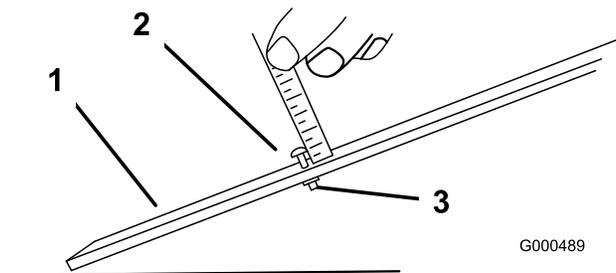

図 48
3. ゲージバー 図 48 のナットをゆるめ、調整ネジを希望の刈り高に合わせるねじ頭の下からバーの表面までの距離が刈り高となる。